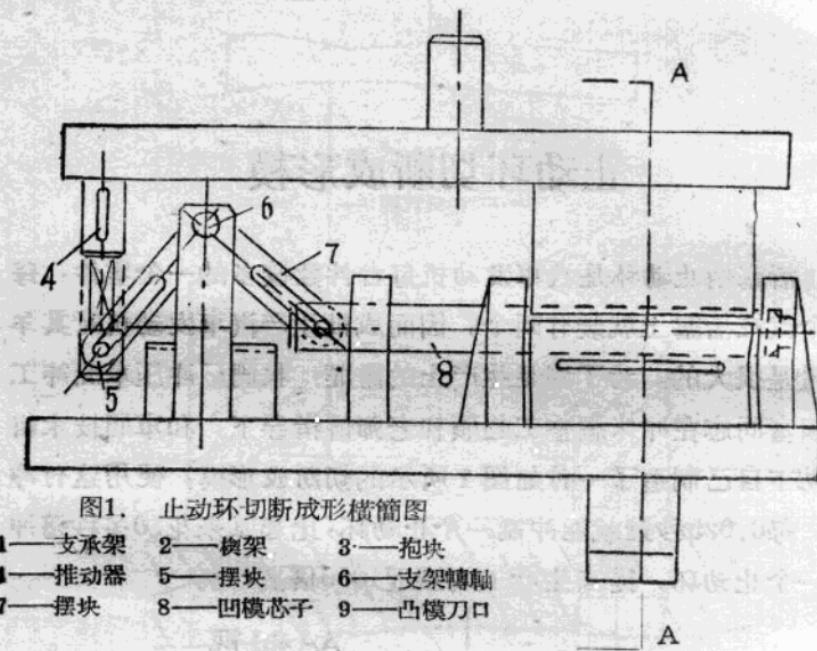

图1. 止动环切断成形模简图
通过轟轟烈烈的整风运动和党提出赶上或超过英国的口号后，厉戴德老师傅就积极地动脑筋，刻苦鑽研，苦战了三、四昼夜，终于設計了一付冲模，将我厂存在了两年之久的錐形夹加工問題解决了。錐形夹(图1)原来是經車床加工后再銑开的，由于銑时掌握两边对称很困难，因为銑开的每对必須用紙包起，待装配时对号入座。改进后解决了对号入座問題，同时工作效率提高了100倍以上，还节省了三部車床。
(图1)
活塞梢止动环是汽车发动机每台件数较多的一个零件，每一个汽缸活塞上就装有两个，因而成批生产汽车发动机时其年产量是很大的。为了满足生产上的需要，我們厂冲压車間冲工严国富同志在冲床調整工赵順初老师傅指导下，和車間技术組协助下自己制造了一付如图1所示的切断成形模，使用这付冲模，每0.035秒鐘就能冲制一个止动环，比起原来花20多秒鐘冲制一个止动环，提高生产工效接近1000倍。
为垂直形。为了使用图1冲模冲裁方向能够达到这一要求，凹模芯子仍做成反锥形，并且其与凸模刀刃采用负间隙可以得到满意的结果。但钢丝在此段将挤扁，这既不妨碍装配工作也不损害零件使用质量。②按图3原理冲切断钢丝圈是完全可能的，只要卷簧状的钢丝圈在凹模芯子上抱的紧，凸模刀刃的角度合适，且刀刃锋利即可有良好的冲切断效能。
这付模子的工作过程是这样的：将支承架1移动至图1所示位置，再将四支卷簧分別放入其上。开动冲床导管，首先楔铁2（本身具有弹性）分开抱块3抱紧四圈卷簧，随后推动器4推动摆块5向下轉動，通过支架轉軸6传至摆块7横向轉動，摆块7再推动凹模芯子8，使芯子穿通四圈卷簧，且讓卷簧箍牢在凹模芯子上，此后凹模芯停止移动，推动器4本身弹簧压缩，且讓凸模刀刃9下来冲切断卷簧，并弯鋼絲为止动环形状。而后凸模刀刃先回程，凹模芯子次后回程，止动环就被卸下放在支承架上，最后楔铁回程，抱块借助弹簧收回，松开止动环。导滑停止在上死点后，即可用手向左移动支承架，使止动环漏下去退出模内。若如上动作再重复往返操作，即可連續很快地冲出止动环来，每次冲程可冲250个止动环，費时約10秒鐘。